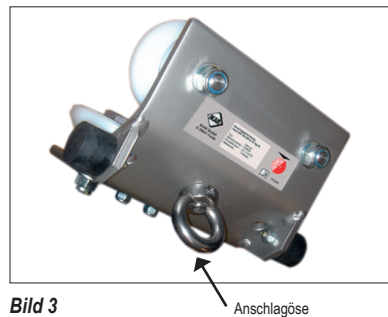

Bild 3
10. An der Anschlagöse (Bild 3) nur Bestandteile von Persönlichen Absturzschutzsystemen nach EN 360 Höhensicherungsgeräte, oder EN 360/ EN 341 Höhensicherungsgeräte mit Freilauf oder EN 354/EN 355 Verbindungsmittel mit Falldämpferelement oder EN 353-2 mitlaufende Auffanggeräte einschließlich beweglicher Führung, mittels Verbindungselement (z.B. Karabinerhaken) nach EN 362 anschlagen. Dabei auf richtigen Sitz des Karabiners achten. Die Gebrauchsanleitungen der entsprechenden persönlichen Schutzausrüstungen sind zusätzlich zu beachten. Hierbei insbesondere die erforderliche lichte Höhe unterhalb der Füße des Benutzers des eingesetzten Systems.
1. Der IKAR Laufwagen (Bild 3) wird vormontiert geliefert und ist auf die Größe der Spur der Führungsschiene voreingestellt.